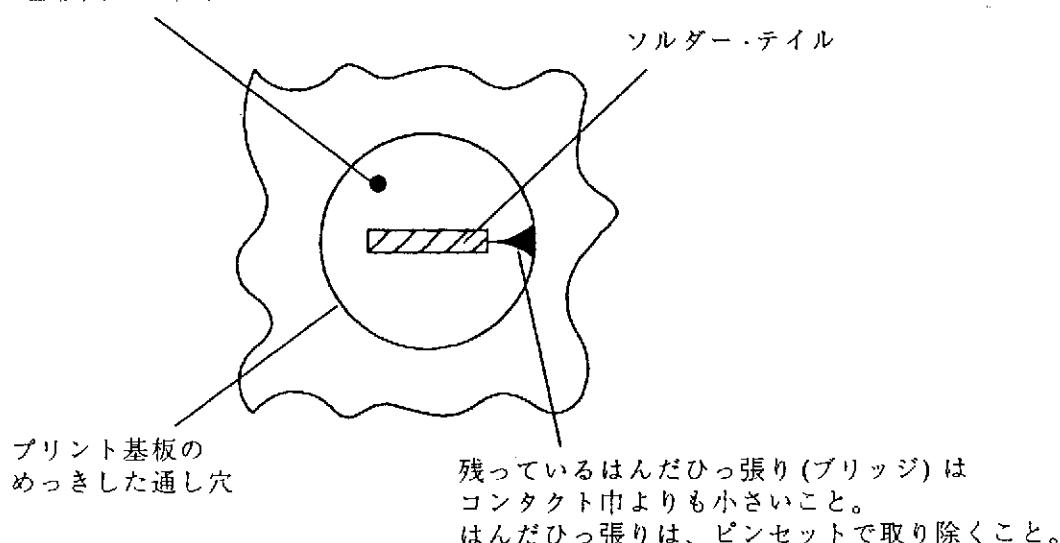

Fig. 5 ソルダー・テイルや通し穴のはんだはがし後、はんだひっ張り(ブリッジ)の取り除き
2. ピンセットを使って、コンタクトに残っているはんだのつっ張り(ブリッジ)を取り除くこと (Fig. 5 参照)。